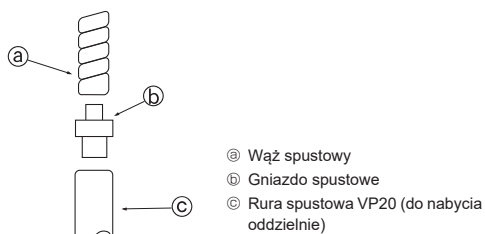

Fig. 5-1
5.1. Montaż rur spustowych (Fig. 5-1)
- Podłączając go do rury VP20, należy użyć dostarczonego gniazda spustowego ②. Starannie przymocować gniazdo do rury klejem na bazie polimerów chlorku winylu, aby nie przeciekało.